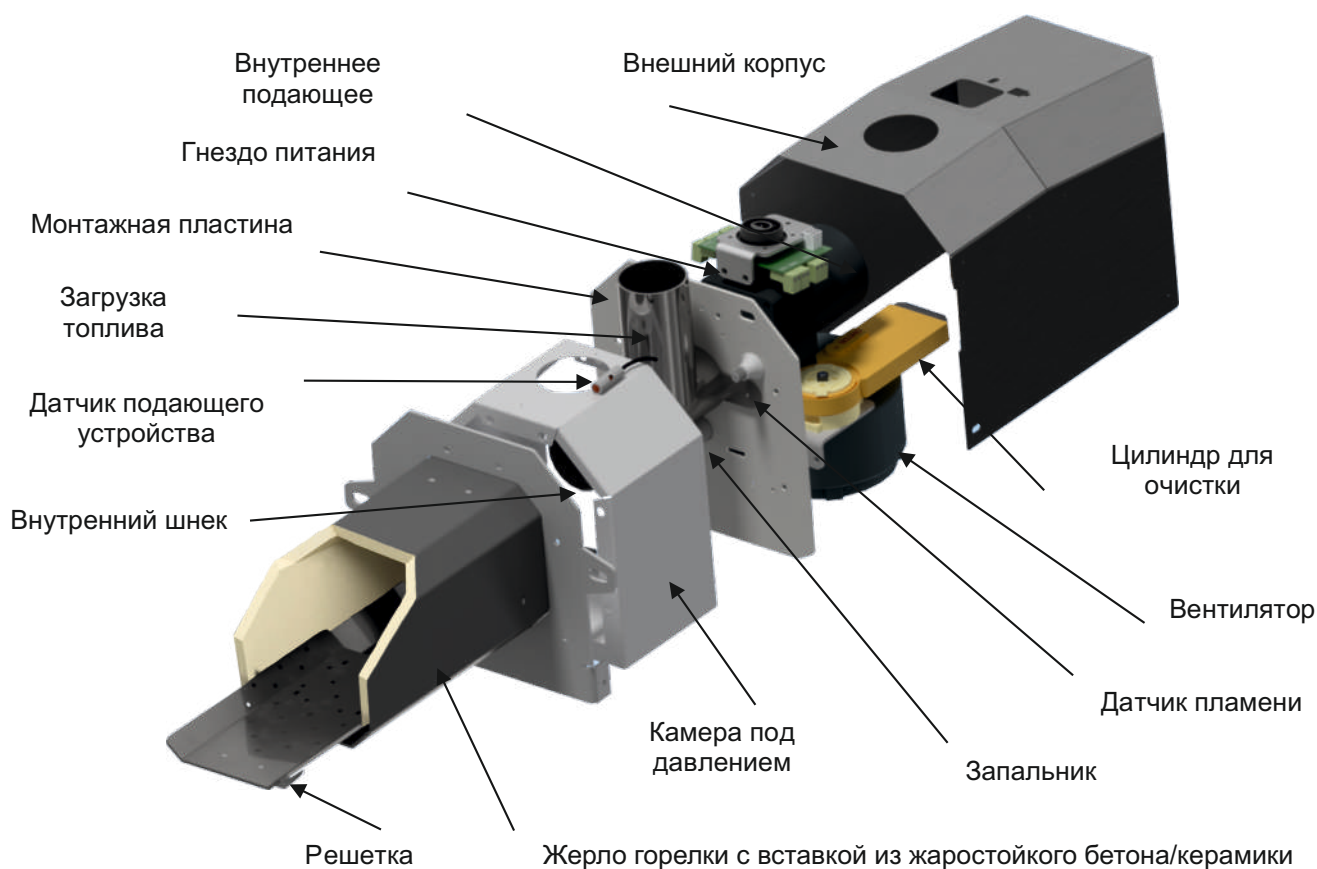

Рисунок 5. Состав и устройство Горелок UNITECH 100-500
2. Рисунок 5. Состав и устройство Горелок UNITECH 100-500